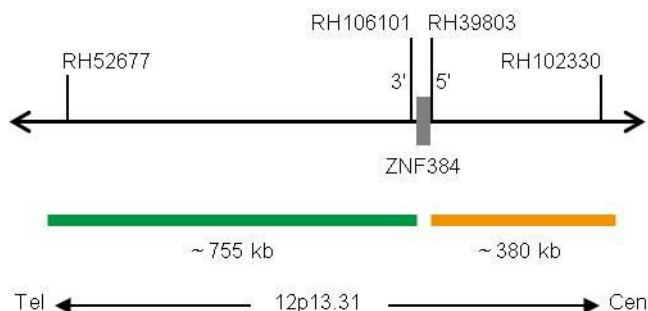

Fig. 1 : Carte de la sonde SPEC ZNF384 (pas à l'échelle)
- Polynucléotides marqués au ZyGreen (excitation 503 nm/émission 528 nm) (~10 ng/μl), qui ciblent une séquence de 12p13.31* (chr12:6,016,809-6,771,300) distale de la région des points de rupture de ZNF384 (voir figure 1).
- Polynucléotides marqués au ZyOrange (excitation 547 nm/émission 572 nm) (~4,5 ng/μl), qui ciblent une séquence de 12p13.31* (chr12:6,799,546-7,175,222) proximale de la région des points de rupture de ZNF384 (voir figure 1).